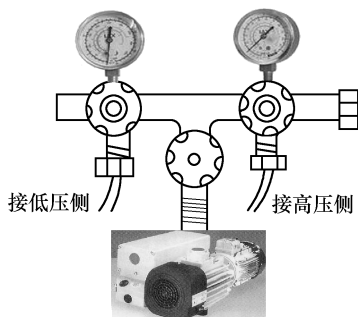

图 4-53 双侧抽真空示意图
**双侧抽真空法：**是一种使用真空泵对家用空调器制冷剂循环系统的高、低压同时抽真空的方法。其连接方法如图 4-53 所示。首先在干燥过滤器的入口处和冷凝器的出口端冲出一个 $\phi 4\text{mm}$ 的圆孔，焊上工艺管，通过三通阀、软接管和三通接头与真空泵相连。一般抽真空的时间为 30min 左右。